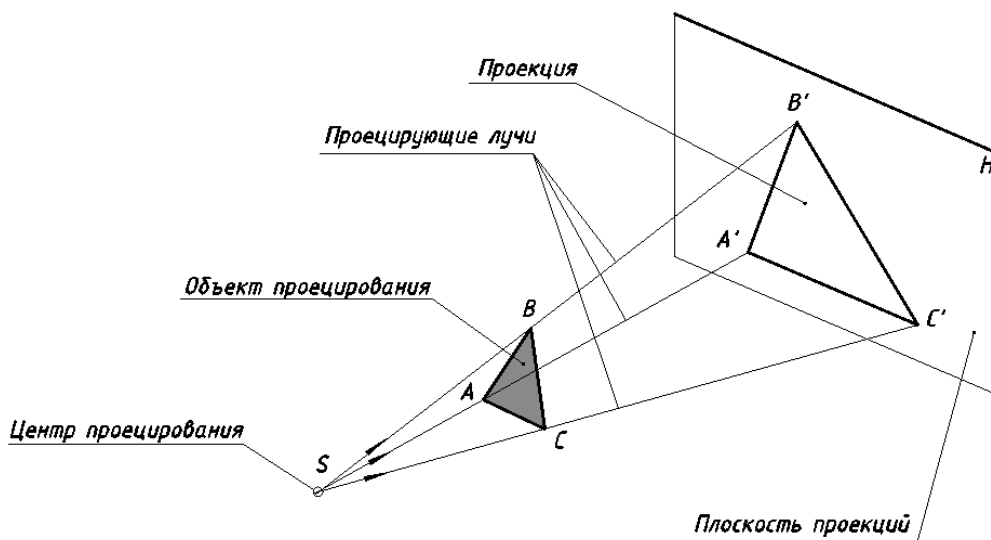

Рис. 4. Аппарат проецирования
- проекция ($\Delta A'B'C'$) или изображение – результат проецирования. Аппарат проецирования представлен на рис.4.